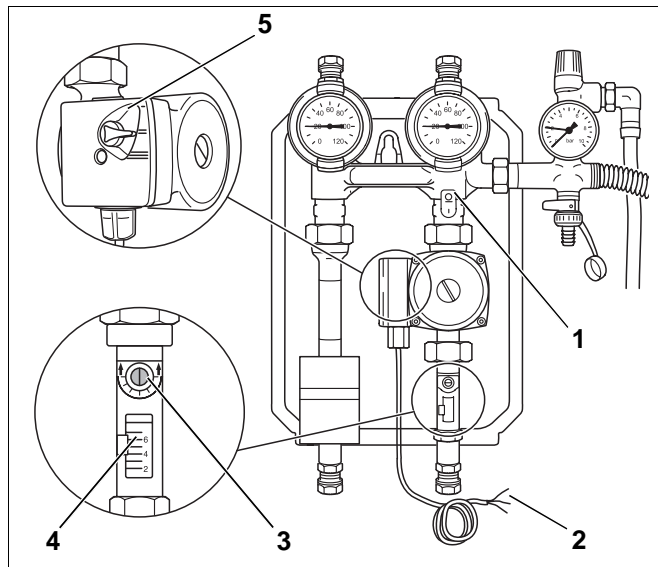

Abb. 23 Durchflussmenge einstellen
- Die Schwerkraftbremse ist zu schließen! Dazu muss der Schraubenschlitz (Abb. 23, **Pos. 1**) nach rechts gedreht und in waagerechte Stellung gebracht werden.
- Der Durchflussbegrenzer ist zu öffnen. Der Schraubenschlitz des Kugelhahns ist dazu in senkrechte Stellung zu bringen (Abb. 23, **Pos. 3**).
- Die Umwälzpumpe (Abb. 23, **Pos. 2**) ist manuell in Betrieb zu setzen.
- Kontrollieren Sie am Sichtfenster des Durchflussbegrenzers (Abb. 23, **Pos. 4**) die Durchflussmenge.
- Der Stufenschalter der Umwälzpumpe ist so einzustellen, dass mit möglichst niedriger Stufenwahl die erforderliche Durchflussmenge erreicht oder überschritten wird (Abb. 23, **Pos. 5**).
- Zur Feinregulierung ist der Kugelhahn des Durchflussbegrenzers (Abb. 23, **Pos. 3**) mit einem Schraubendreher soweit zu schließen, bis im Sichtfenster die Unterkante des Schwimmers die empfohlene Durchflussmenge anzeigt.